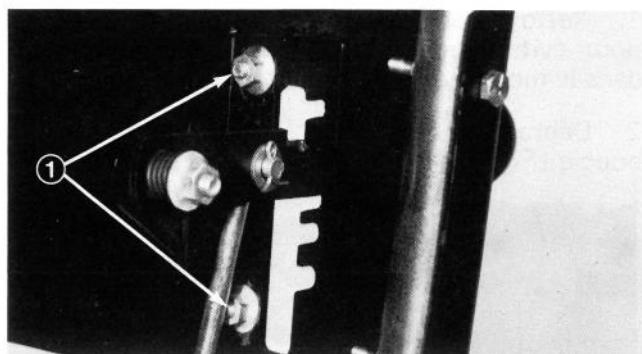

Figure 34
2. Desserrez les écrous à colerette qui fixent la plaque du sélecteur à la plaque de commande. Celà vous permettra de déplacer la plaque du sélecteur pour faciliter le réglage (Fig. 34).